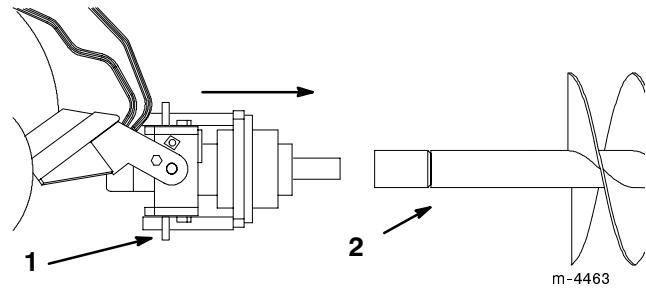

Abbildung 7
9. Die Antriebswelle in das Ende der Bohrerwelle bzw. Verlängerung manövriren (Abb. 7).